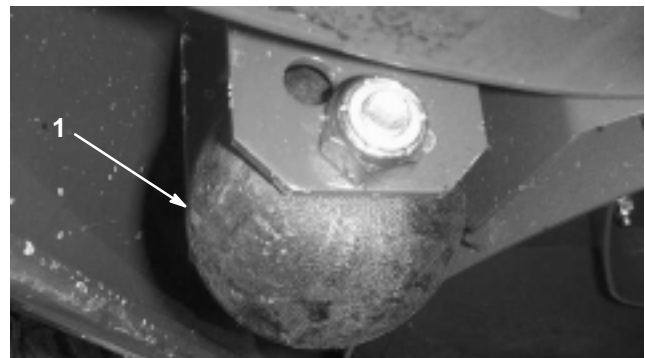

Bild 21
- Entfernen Sie die Kopfschraube und Mutter, mit denen das Abstandsrad am Schneidwerkbügel befestigt wird (Bild 21).